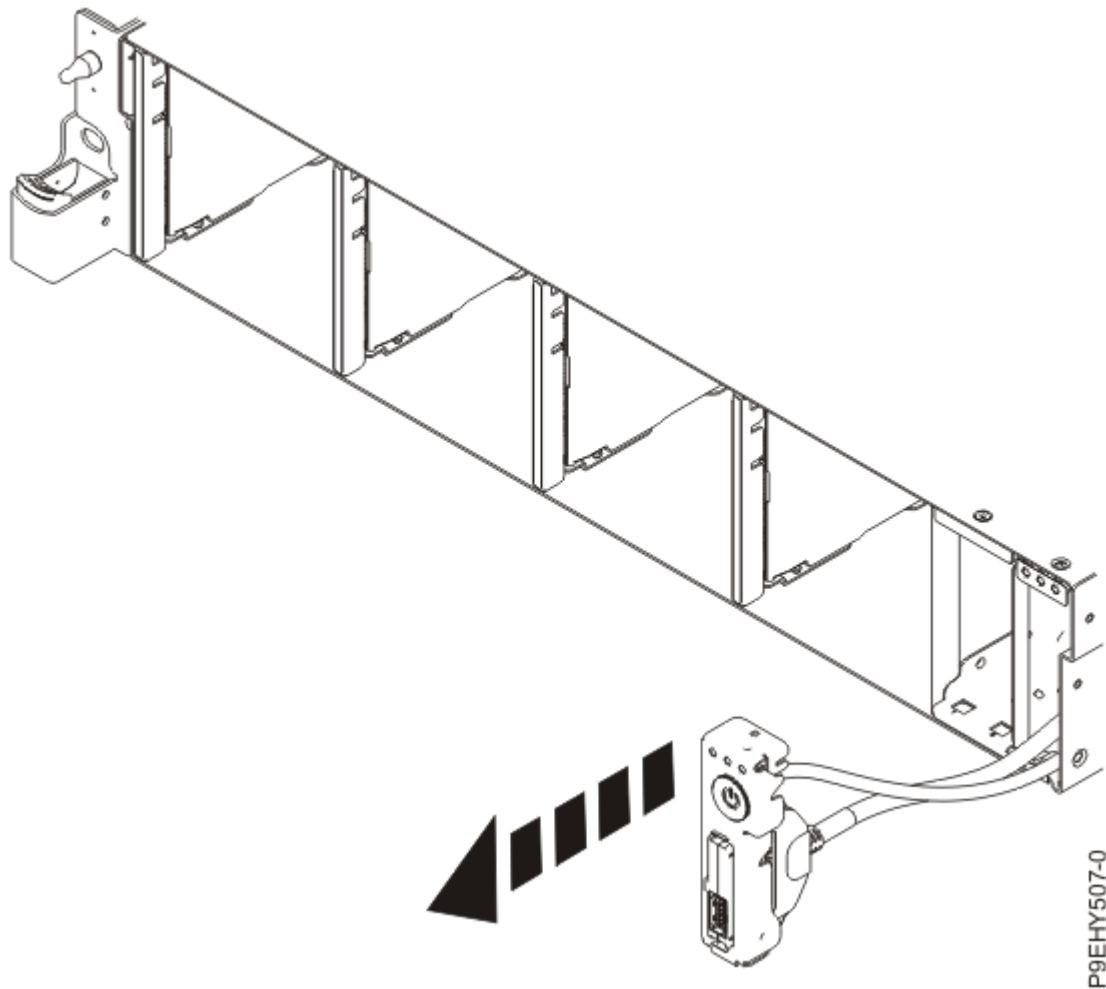

Figure 171. Extraction de l'ensemble interrupteur d'alimentation et cordon
8. Retirez l'interrupteur d'alimentation du système, comme illustré dans la Figure 171, à la page 190.